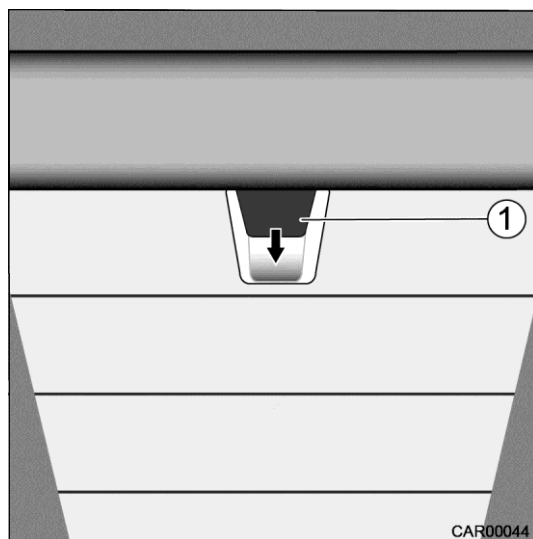

Fig. 69 Lit de pavillon mécanique en cabine
2. Déverrouiller le lit de pavillon en tirant sur la poignée (Fig. 69/1), le pousser vers le bas et l'abaisser.